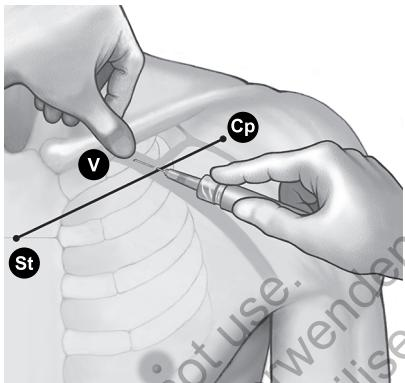

Figura 5. Posición del pulgar y del punto de entrada de la aguja
4. Oprima con el pulgar sobre el dedo índice y proyectelo 1-2 centímetros por debajo de la clavícula para proteger el músculo subclavio de la aguja (cuando exista hipertrofia del músculo pectoral, el pulgar deberá proyectarse unos 2 centímetros por debajo de la clavícula, ya que el músculo subclavio estará también hipertrofiado) (Figura 5 Posición del pulgar y del punto de entrada de la aguja en la página 17).